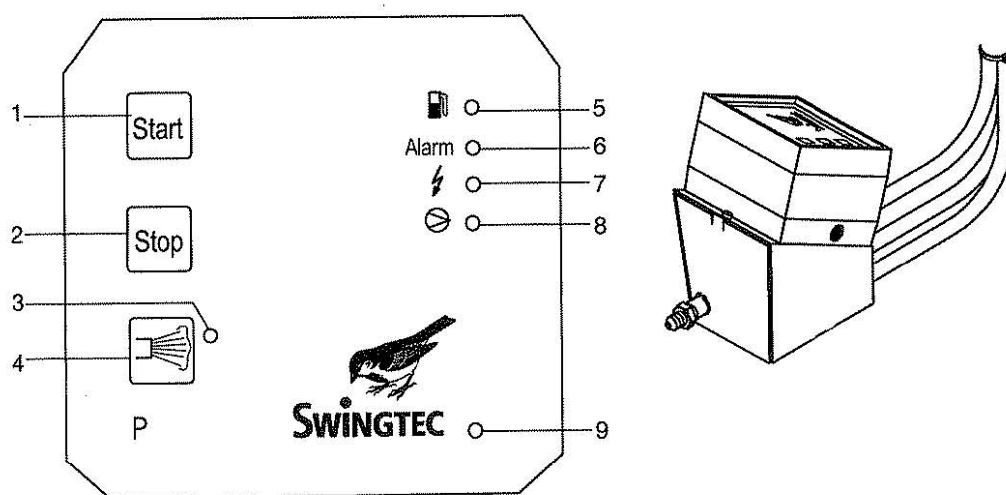

Рис.5
- генератор должен заработать в течении 12-ти секунд. Индикаторы (рис.5 – 7,8) погаснут. Если генератор не запустился – повторите попытку через 10 секунд. Если генератор не запустился опять – нажмите кнопку СТОП (рис.5 -2). Индикатор тревоги (рис.5-6) погаснет. Повторите процедуру запуска.